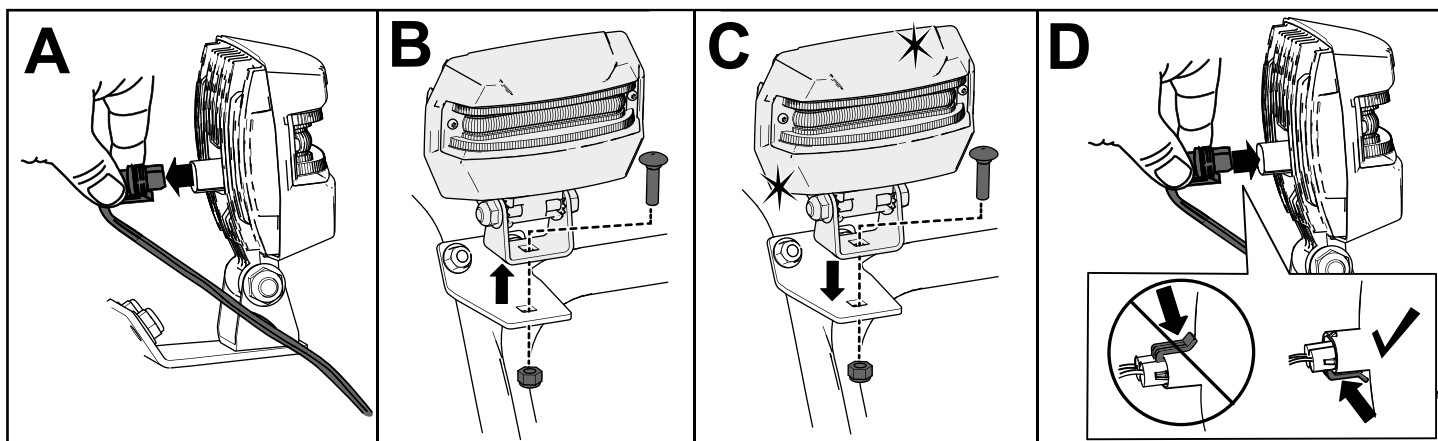

Figure 39
1. Débranchez le câble à l'arrière du phare (encadré A de la Figure 39).
2. Retirez le boulon et l'écrou qui fixent le phare sur son support, puis déposez le phare (encadré B de la Figure 39).
3. Fixez le nouveau phare sur le support au moyen de l'écrou et du boulon retirés précédemment (encadré C de la Figure 39).
4. Branchez le câble du phare directement à l'arrière du phare en l'enfonçant bien en place (encadré D de la Figure 39).